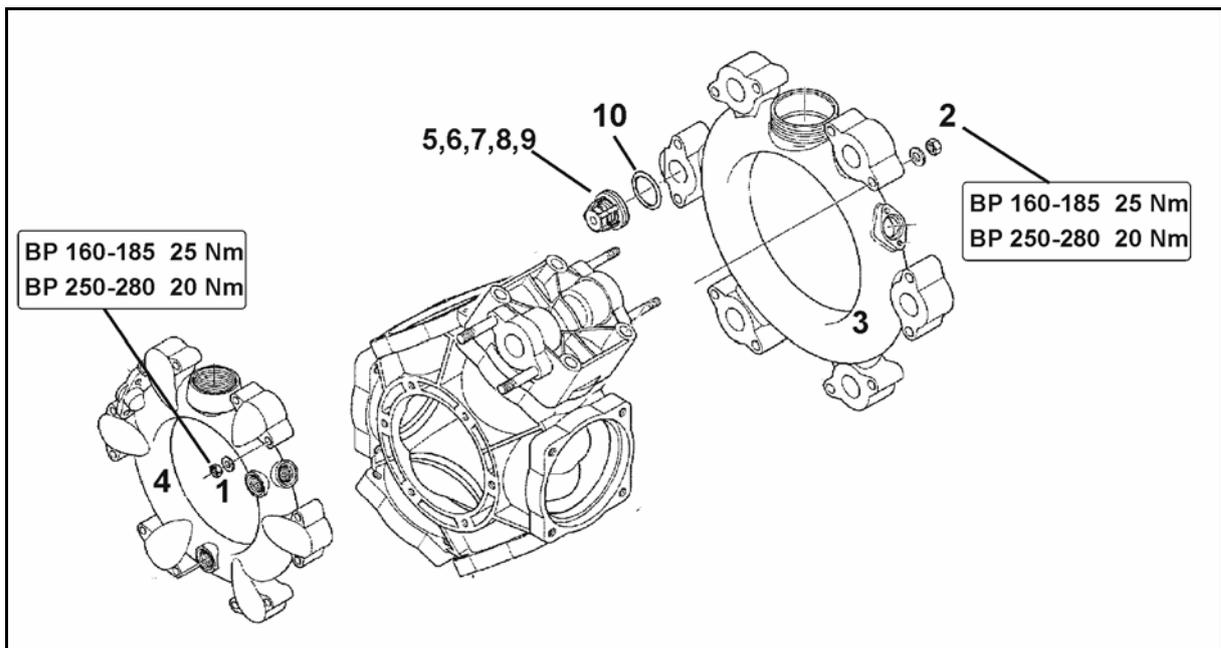

Fig. 184
- Achten Sie auf die jeweilige Einbaulage der saug- und druckseitigen Ventile, bevor Sie die Ventilgruppen (Fig. 184/5) herausnehmen.
- Achten Sie beim Zusammenbau darauf, dass die Ventilführung (Fig. 184/9) nicht beschädigt wird. Beschädigungen können zum Blockieren der Ventile führen.
- Die Muttern (Fig. 184/1,2) unbedingt kreuzweise mit dem angegebenen Drehmoment anziehen. Unsachgemäßes Anziehen der Schrauben führt zu Verspannungen und somit zur Undichtigkeit.
2. Muttern (Fig. 184/1,2) entfernen.
3. Saug- und Druckkanal (Fig. 184/3 und Fig. 184/4) abnehmen.
4. Ventilgruppen (Fig. 184/5) herausnehmen.
5. Überprüfen Sie Ventilsitz (Fig. 184/6), Ventil (Fig. 184/7), Ventilsfeder (Fig. 184/8) und Ventilführung (Fig. 184/9) auf Beschädigungen bzw. Abnutzung.
6. Den O-Ring (Fig. 184/10) entfernen.
8. Ventilgruppen (Fig. 184/5) nach Prüfung und Reinigung montieren.
9. Neue O-Ringe (Fig. 184/10) einsetzen.
10. Saug- (Fig. 184/3) und Druckkanal (Fig. 184/4) an das Pumpengehäuse anflanschen.
11. Ziehen Sie die Muttern (Fig. 184/1,2) kreuzweise mit einem Drehmoment von **25 Nm (BP 160-185) / 20 Nm (AR 250-280)** an.